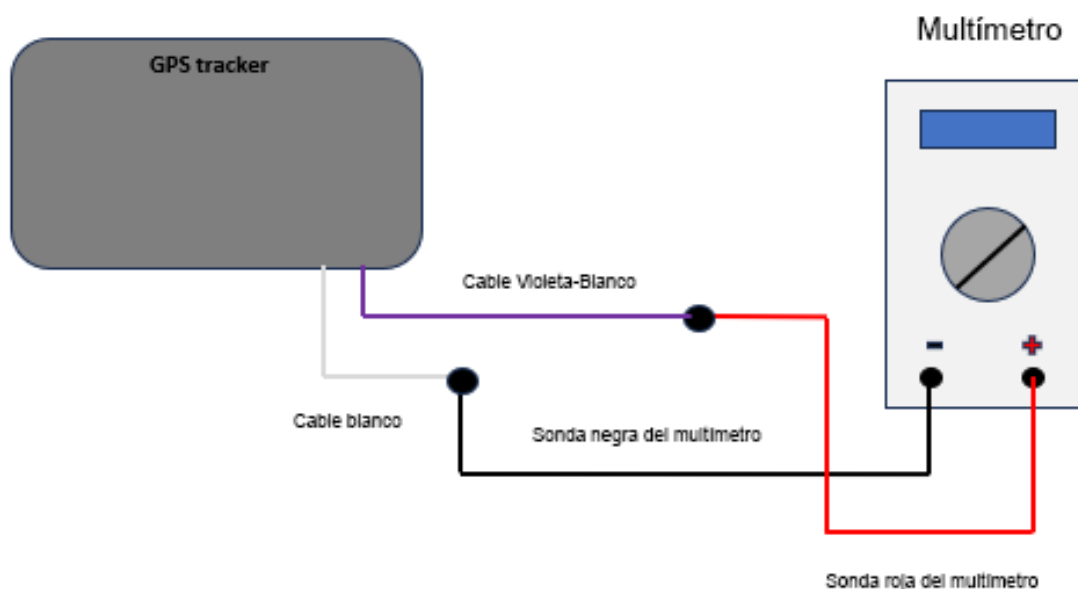

Fig.10 Diagrama de conexión
2. Monte el circuito de conexión de acuerdo con la "Fig. 10 Diagrama de conexión".